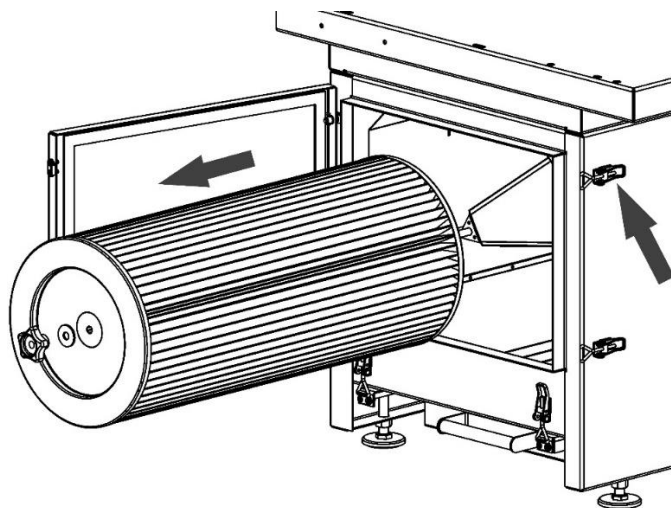

Рисунок 7
1) открыть дверцу фильтровальной камеры (рисунок 7);